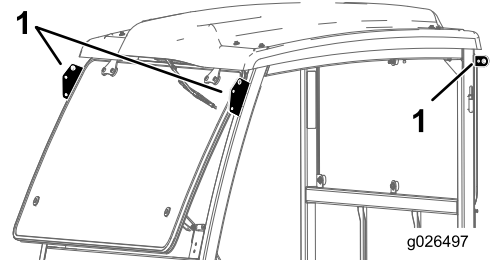

Figura 4
1. Eleve a estrutura da cabina utilizando os pontos de elevação e coloque-a na máquina (Figura 4).